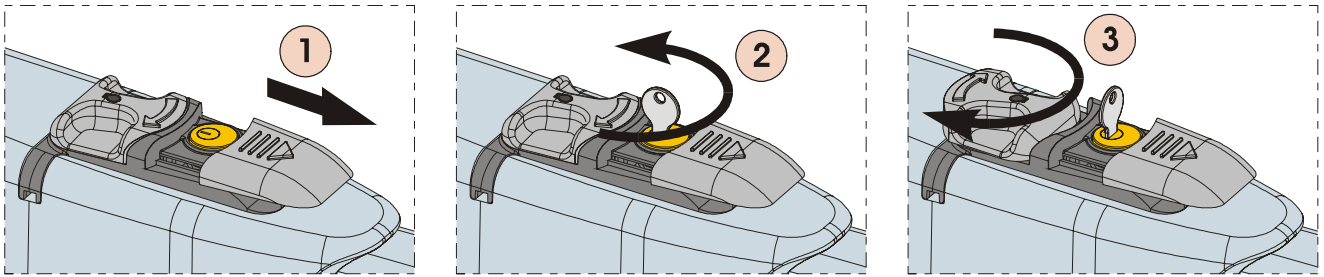

Fig. 26
- 2) Deslice el capuchón de protección, Fig.26/1.
- 3) Introduzca la llave y gírela 90°, Fig.26/2.
- 4) Para desbloquear el operador, gire 180° la palanca de manivela en la dirección indicada por la flecha presente en el sistema de desbloqueo, Fig.26/3.